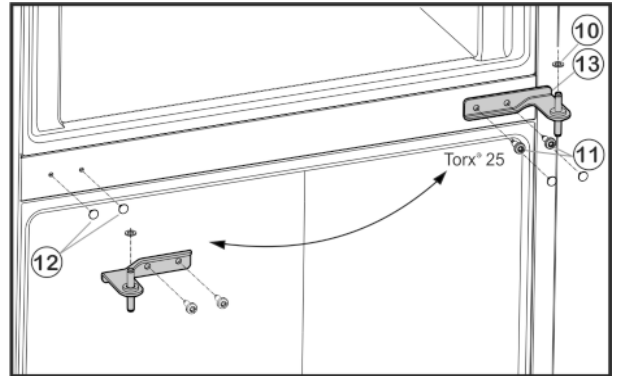

Fig. 5
- ▶ Togliere con cautela i coperchi Fig. 5 (12) e riapplicarli sul lato opposto.